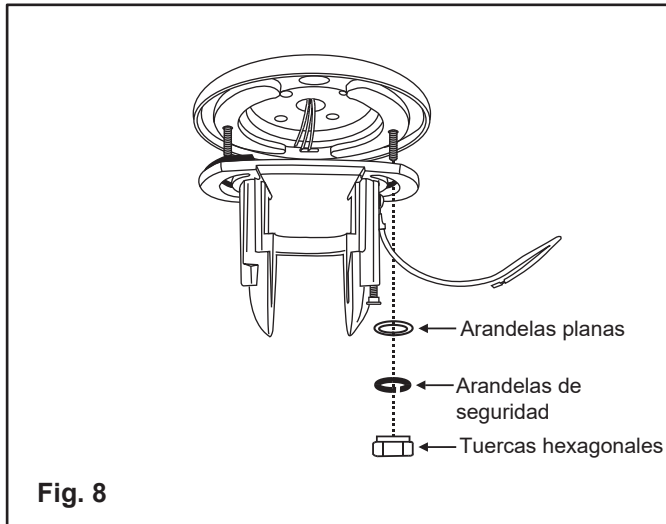

Fig. 8
2. Attach the hanger bracket to the mounting plate using the two hex nuts and washers and lock washers provided. (Fig. 8)
2. Fixez le support de suspension à la plaque de montage à l'aide des deux écrous hexagonaux, des rondelles et des rondelles de blocage fournies. (Fig.8)